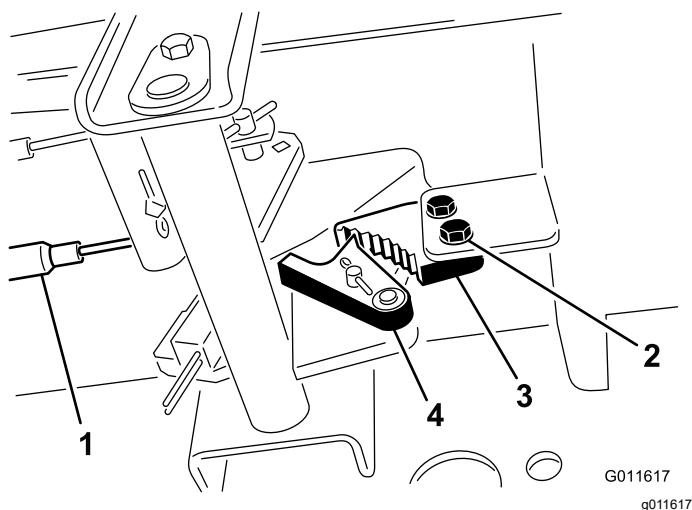

Figure 110
2. Desserrez les 2 vis qui fixent le cliquet du frein de stationnement au cadre (Figure 110).
3. Appuyez sur l'avant de la pédale du frein de stationnement jusqu'à ce que le verrou s'engage complètement sur le cliquet du frein (Figure 110).